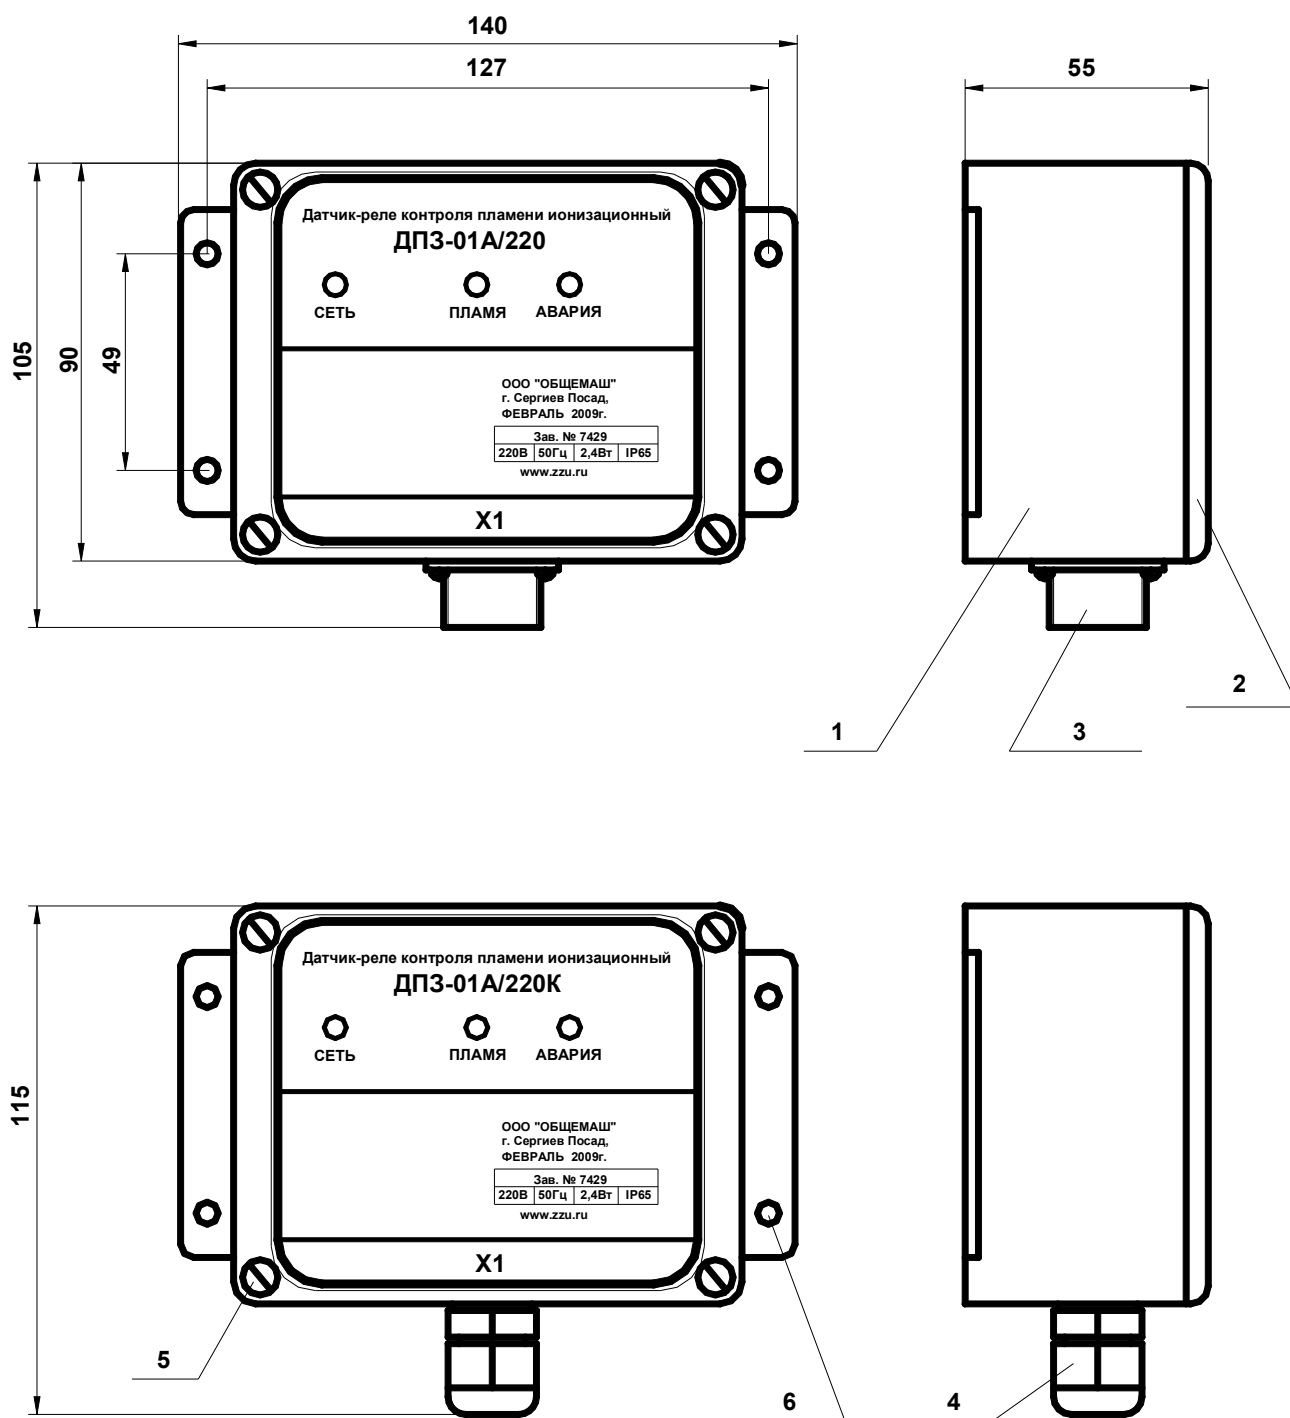

Рис. 1. Внешний вид датчиков – реле контроля пламени ДПЗ-01А с разъемом и клеммником.
7.3. Подключение датчиков с клеммником ДПЗ-01А/220К, ДПЗ-01А/24К выполняется в следующем порядке (см. рис. 1):